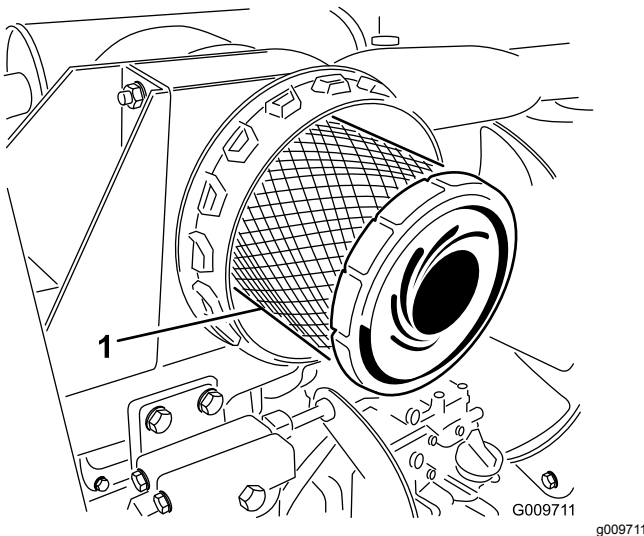

Bild 51
4. Entfernen und wechseln Sie den Hauptfilter aus (**Bild 51**).